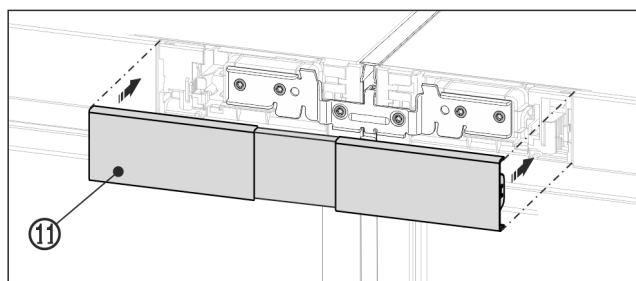

Fig. 24 Eksempelfremstilling
- Klikk det øvre dekkelet Fig. 24 (11) på mellomrommet som ennå er åpent mellom de to betjeningspaneldelene. Pass på at dekkelets utsider ligger helt i flukt med betjeningspaneldelene.